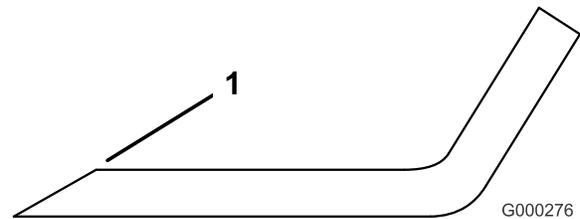

Bild 85
- Untersuchen Sie die Schnittkanten aller Messer. Schärfen Sie alle stumpfen und ausgekerbten Schnittkanten. Schärfen Sie nur die Oberseite der Schnittkanten und behalten dabei den ursprünglichen Schnittwinkel bei, um die Schärfe des Messers zu gewährleisten (Bild 85). Das Schnittmesser behält seine Auswuchtung bei, wenn von beiden Schnittkanten die gleiche Materialmenge entfernt wird.